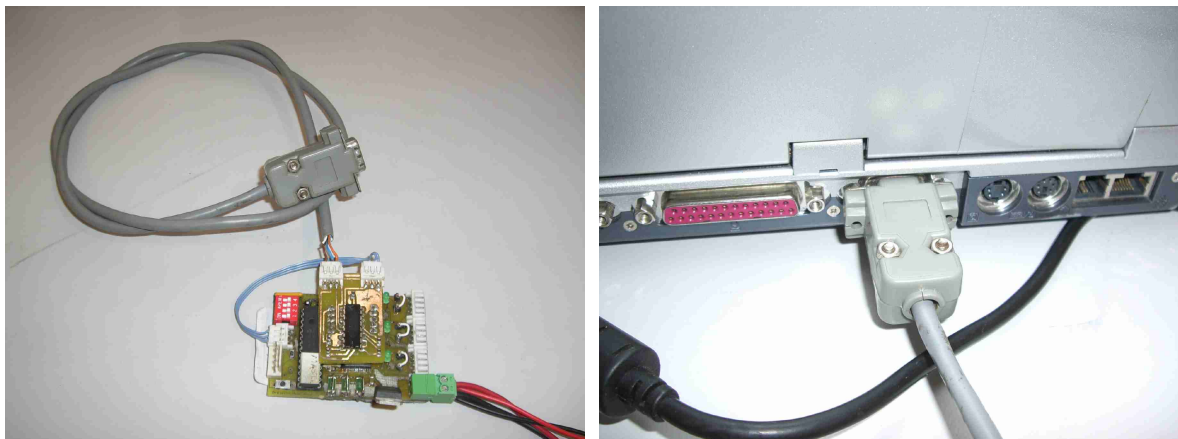

Fig. 5: Ligação RS-232 entre o PC e o Master.
1. Ligação do PC (1) à unidade Master (7) através do cabo RS-232 (19) (Fig. 5);